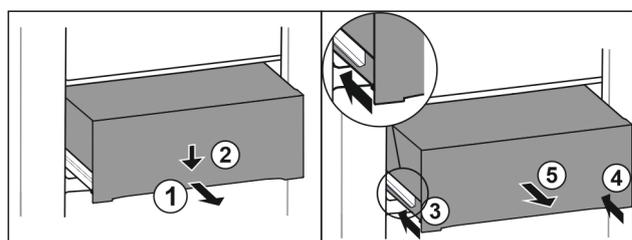

Fig. 71
- ▶ Tirer le tiroir jusqu'à mi-chemin. Fig. 71 (1)
- ▶ Appuyer sur l'avant du tiroir vers le bas. Fig. 71 (2)
- ▶ Insérer le rail gauche d'env. 2 cm. Fig. 71 (3)
- ▶ Insérer le rail droit d'env. 2 cm. Fig. 71 (4)
- ▶ Retirer le tiroir par l'avant. Fig. 71 (5)